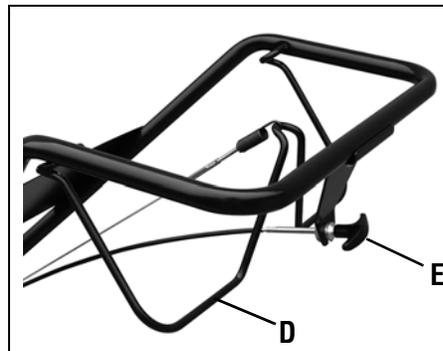

Figura 3-4: Todos los modelos tienen un gancho de embrague de marcha directa (E). Solamente el modelo 634A tiene control de embrague de marcha atrás (F).
El gancho del embrague de marcha directa (D, Figura 3-4) controla el engranado de la marcha directa en las ruedas y dientes.
2. Levante y sostenga el gancho del embrague (D, Figura 3-4) contra la barra de control para arrancar las ruedas y los dientes rotando hacia adelante.
El control del embrague de marcha atrás (E, Figura 3-4) controla el engranado de la marcha atrás en las ruedas y dientes. **La función de marcha atrás se usa únicamente para maniobrar con la cultivadora – nunca engrane los dientes en el suelo cuando opera en marcha atrás.**
3. Levante la barra de control hasta que los dientes estén separados del suelo, mire hacia atrás para evitar cualquier obstáculo y luego jale de la perilla de control (E, Figura 3-4) hacia afuera. Las ruedas y los dientes rotarán en dirección inversa.